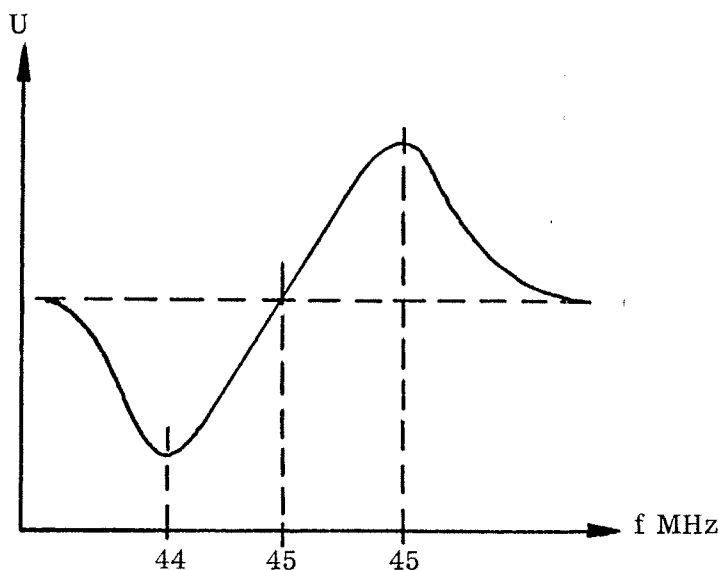

Bild 3. Utspänning från diskriminatoren (stift F PLC)
- En kurva enligt bild 3 skall erhållas.